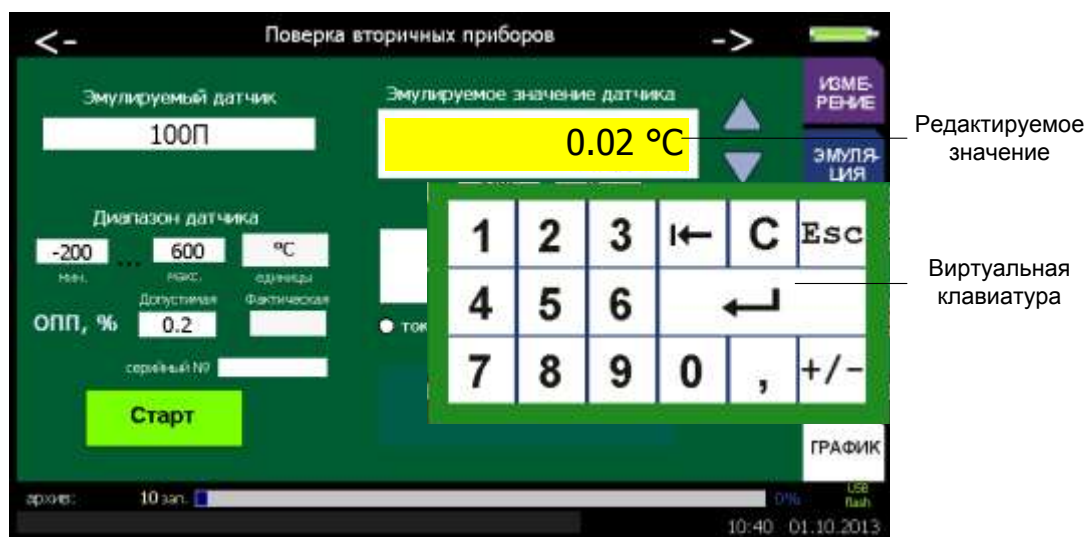

Рисунок 2.43
2.6.3.5 Параметр **«Эмулируемое значение датчика»** позволяет установить значение, которое предстоит воспроизводить. Для этого необходимо в соответствующем редактируемом поле записать цифровое значение эмулируемого сигнала с использованием виртуальной клавиатуры (п. 2.5.4.1, см. рисунок 2.43).